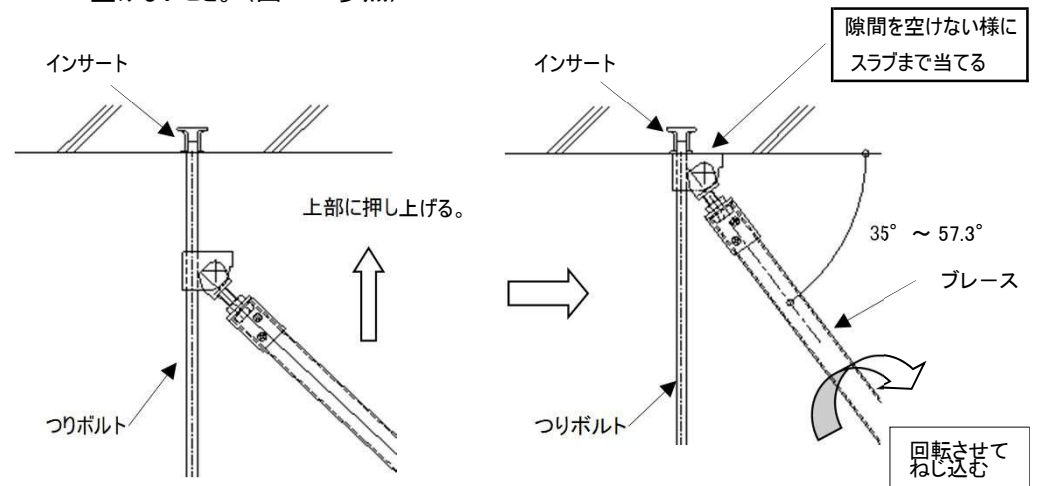

図 2-12 ブレース上部金物の正しい取付け方
- ③ つりボルトにブレース上部金物をセットしてスラブ面まで押し上げ、ブレースを回転させて締め付ける。取付け位置は、インサート及びスラブにブラケットB金物が当たるまでとし、スラブとの隙間は空けないこと。(図2-12参照)
- ・野縁受け方向は、ブレース下部に補助野縁受けを配置してφ4ビス(2本)で計8ヶ所止め付ける。(図2-12 ○ 印部分)